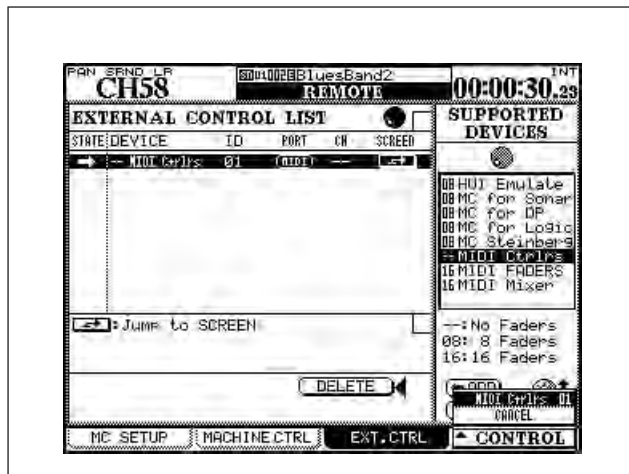

Figure 8.3: Contrôle externe
- 2 Amenez le curseur sur la colonne SCREEN avec le bouton d'écran et pressez ENTER, ou (comme représenté en Figure 8.3, Contrôle externe), pressez le commutateur POD 4 pour
- 1 Sélectionnez l'option MIDI FADERS dans l'écran de contrôle externe (Figure 8.3, *Contrôle externe*).
- 1 Sélectionnez l'option MIDI Mixer depuis l'écran de contrôle externe (Figure 8.3, *Contrôle externe*).